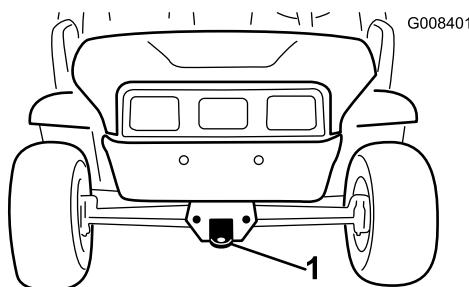
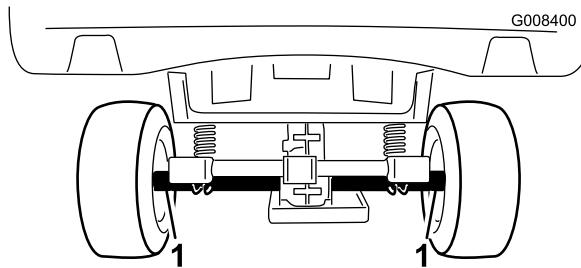

Figure 18
Figure 19
L'emplacement des points d'arrimage sur la machine est indiqué à la Figure 18 et la Figure 19.
2. Accrochez un câble de remorquage à la flèche d'attelage à l'avant du cadre de la machine (Figure 18).